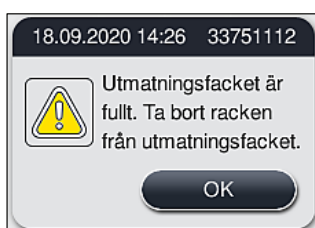

Bild 88
- Utmatningsfacket måste öppnas och racken avlägsnas senast när varningsmeddelandet om att utmatningsstationen är helt full visas (→ "Bild 88"). Om du inte tar hänsyn till varningsmeddelandet kan det resultera i att det inte går att transportera fler rack till utmatningsstationerna. Avvikande stegtider och fördröjningar i infärgningsprocessen kan leda till förändrade infärgningsresultat som kan vara svåra eller omöjliga att analysera.